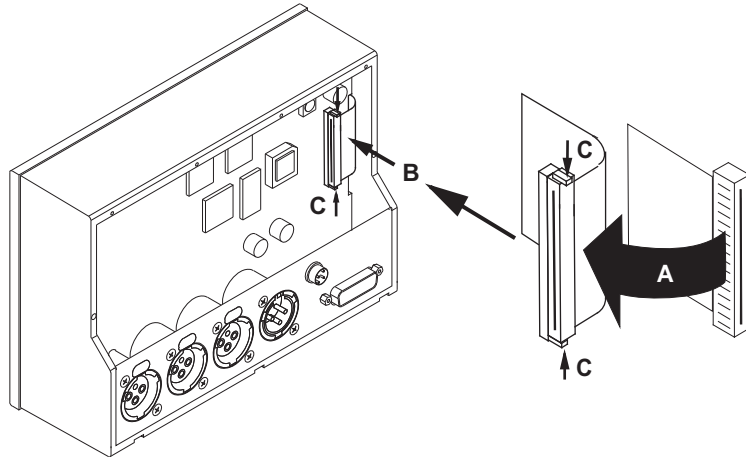

Bild 4-11: Befestigen des Verbindungskabels auf der Hauptplatine
13. Biegen Sie vorsichtig den Steckverbinder des hervorstehenden Verbindungskabels mit den Kontakten in Richtung der Anschlussleiste auf der Hauptplatine (A). Positionieren Sie den Steckverbinder auf der Anschlussleiste (B) und drücken ihn vorsichtig fest (C). Achten Sie darauf, dass Sie keinesfalls auf das Flachbandkabel drücken oder es beschädigen. (Bild 4-11)